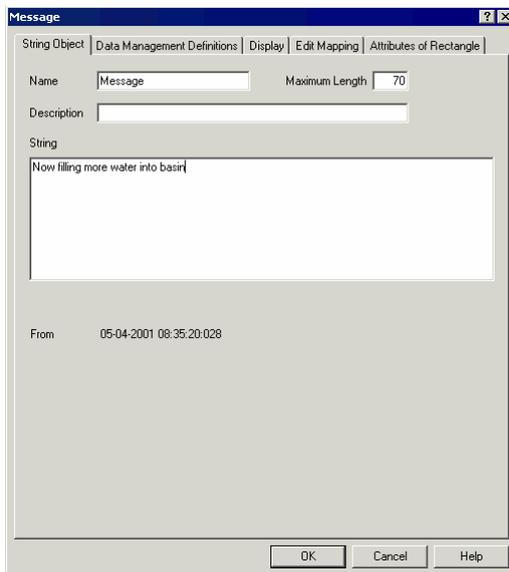

Рис. 3.60. На закладке **String** указывается максимальная длина теста и начальная текстовая строка.
- В поле **Maximum Length** введите 70 и введите начальную строку, как показано на рис. 3.60.